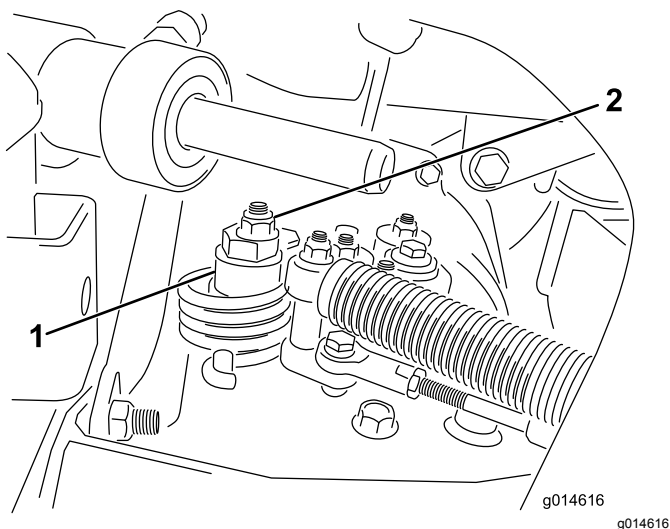

Figura 51
- A. Allentate il dado che fissa l'eccentrico alla parte superiore dell'igrostatato (Figura 51).
- C. Fate girare l'eccentrico finché non riscontrate movimenti in alcuna direzione. Quando la ruota cessa di girare, serrate il dado di bloccaggio dell'eccentrico per mantenere la messa a punto (Figura 51). Verificate la regolazione portando l'acceleratore in posizione Lento e Veloce.